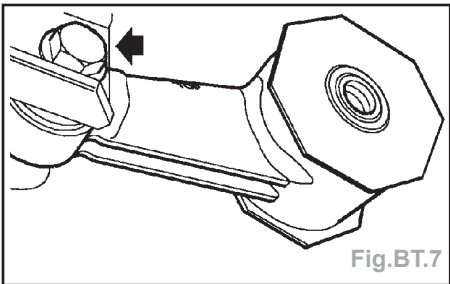

Fig.BT.7
- Enlever le boulon maintenant l'appui inférieur du moteur sur la ferrure de soutien du réducteur IRD (Fig.BT.7).